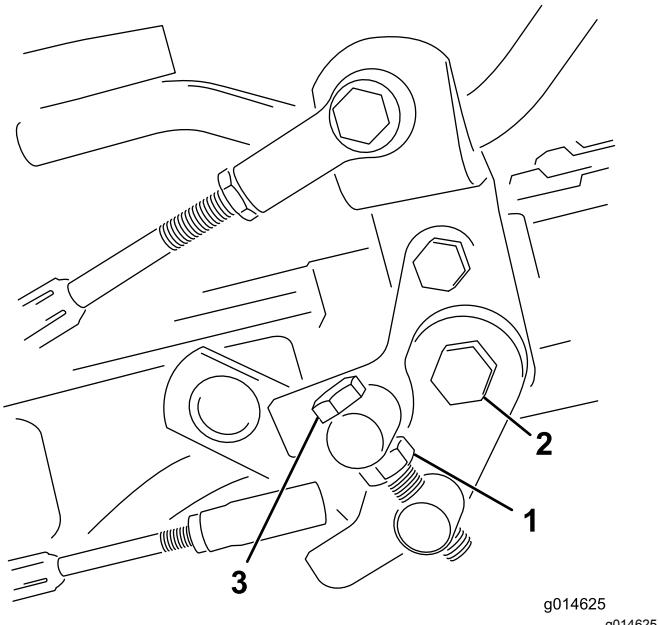

图34
1. 松开枢轴螺栓上的锁紧螺母 图 34。
- 4. 上紧枢轴螺栓上的锁紧螺母和踏板枢轴上的螺母锁定调整图34。检查调整情况并按需要调整。